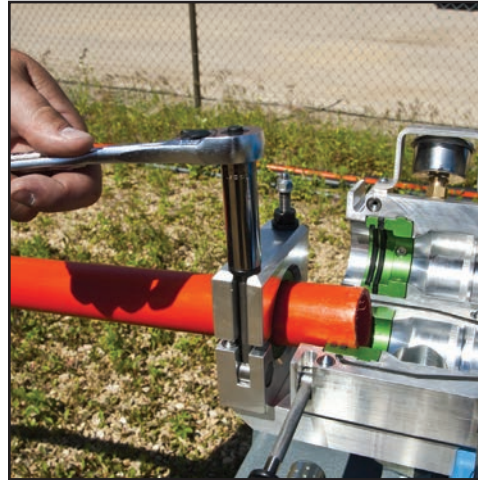

Figure 25. Clamp Conduit in Place
7. Clamp conduit in place (Figure 25).